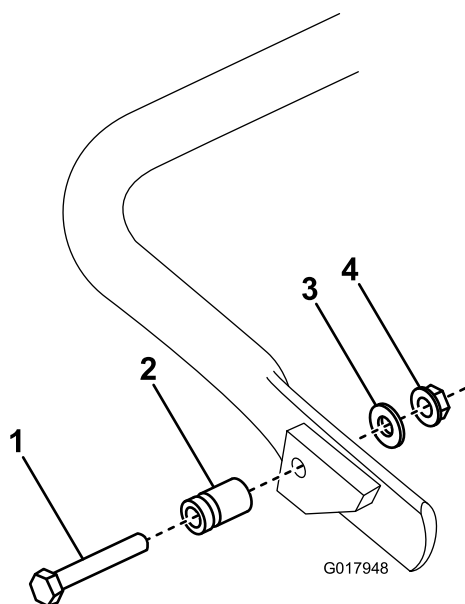

図 5
1. キックスタンドの右側に 図 5、スプリングスタッドを接続する付属部品の中にあるボルト、ワッシャ、フランジヘッドナットを使用する。